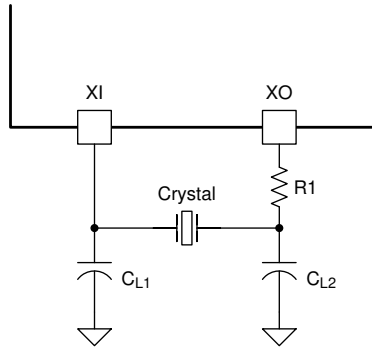

图 9-4. 晶体振荡器电路
如果利用晶振运行, 建议使用 25MHz 的并联谐振 20pF 负载晶体。有关晶体谐振器电路的典型连接图, 请参阅图 9-4。负载电容值因晶体供应商而异; 请咨询供应商以了解建议的负载。有关更多详细信息, 请参阅应用报告 : 《德州仪器 (TI) 以太网物理层收发器的晶体选择和规格》。